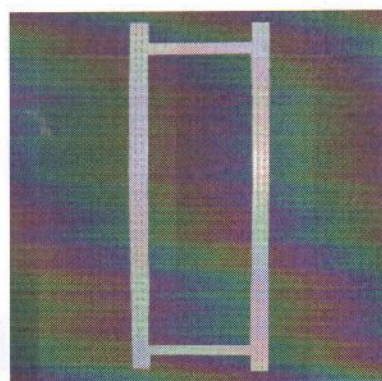

РИС.3
- вставьте с противоположного конца стоек вторую стяжку, продвиньте их по пазам на расстояние 100-150 мм от краев стоек, и Вы получите спаренную стойку (см. рис.3).